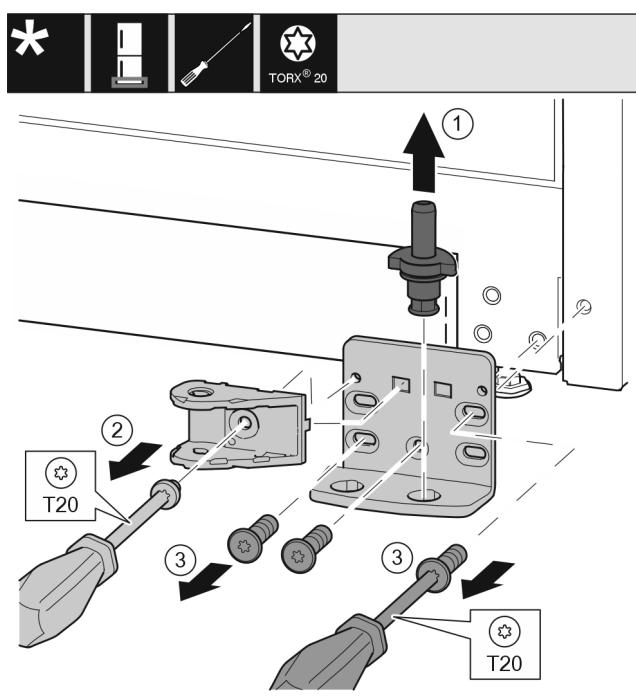

Fig. 35 \*
- ▶ 将轴承螺栓 Fig. 35 (1)完全向上拉出。\*
- ▶ 将螺钉 Fig. 35 (2)用螺丝刀旋开并取下关门阻尼器连接装置。\*
- ▶ 将螺钉 Fig. 35 (3)用螺丝刀旋开并取下托架。\*